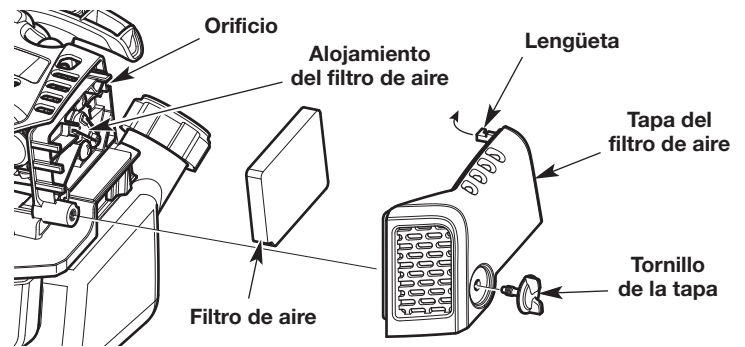

Fig. 32
1. Desenrosque completamente el tornillo de la tapa. Gire la cubierta del filtro de aire hacia la derecha. Extraiga la tapa del filtro de aire del alojamiento de dicho filtro (Fig. 32).
2. Extraiga el filtro de aire de su alojamiento (Fig. 32).
6. Vuelva a instalar el filtro de aire en su alojamiento (Fig. 32).
7. Inserte la lengüeta sobre la cubierta del filtro de aire dentro del orificio en el alojamiento del filtro de aire. Gire la cubierta del filtro de aire hacia la izquierda. Oprima la tapa del filtro de aire nuevamente en el alojamiento de dicho filtro. Inserte el tornillo de la tapa dentro de la tapa del filtro de aire. Apriete el tornillo de la tapa para sujetar dicha tapa (Fig. 32).